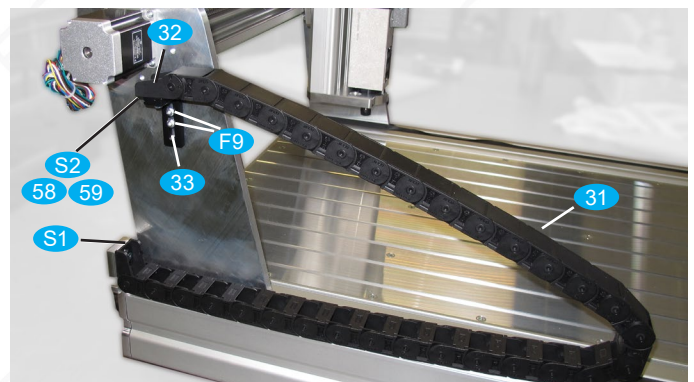

Bild 37: Montage der Schleppkette für die Y-Achse
- Montieren Sie den Befestigungswinkel **33** mit Flachkopfschrauben **F9** an der rechten Portalwange, wie in Bild 37 gezeigt.
- Hängen Sie die Y-Schleppkette in das Anschlusskit ein und befestigen Sie das freie Ende mit Anschlusskit und Senkkopfschrauben **S1** am hinteren Stirnblech, (Bild 37).